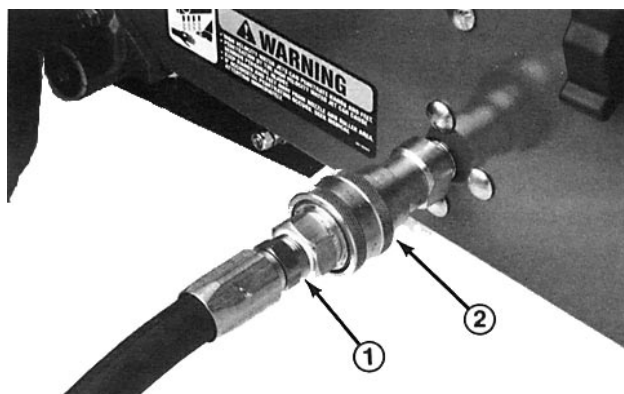

Fig. 8
3. Forbind slangeadapteren (Fig. 8) med vandslangen. Sæt så adapteren på lynkoblingen på maskinens side.